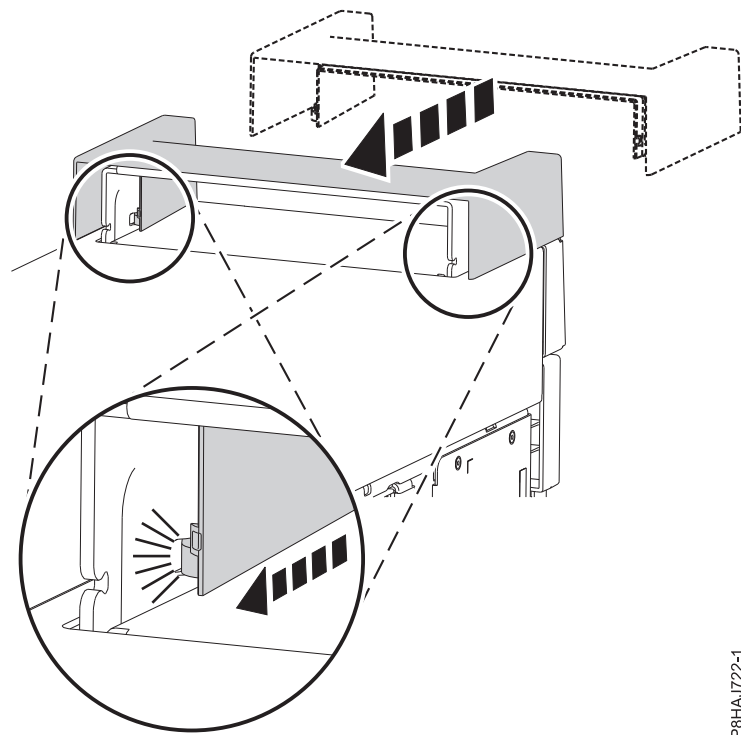

図 33. 8286-41A スタンドアロン・システムへのハンドル・カバーの固定
1. ハンドル・カバーを、システムの後部方向へスライドさせて内部 RDX ドッキング・ステーション (FC EUA3) に固定します。図 33 を参照してください。